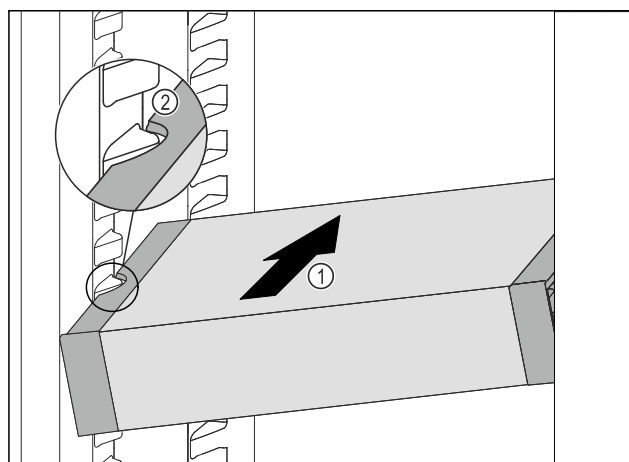

Fig. 129
- Futni pjerrtas VarioSafe në pjesën e ftohjes Fig. 129 (1), derisa foletë anësore Fig. 129 (2) të VarioSafe të jenë në lartësinë e brinjëve të kutisë në pjesën e ftohjes.